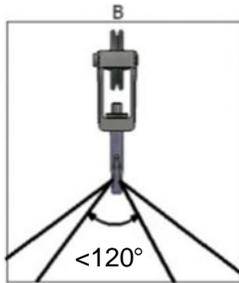

Abbildung 34: Maximaler Winkel des Hebeseils
- Der Winkel zwischen den Hebeseilen darf zu keiner Zeit 120° überschreiten (**Abbildung 34**).